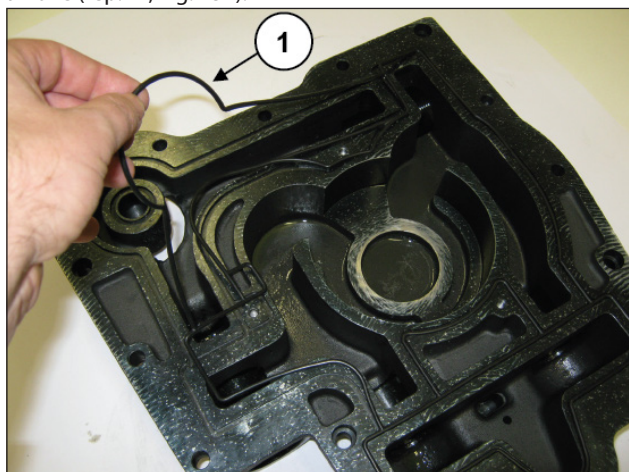

Fig. 151
Installer le joint torique dans son siège sur le corps de pompe à huile (rep. ①, Fig. 151).